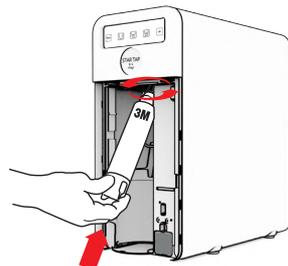

Fig. 4-29
**41.5** - Prendere il filtro nuovo dopo averne rimosso la pellicola protettiva e inserirne l'estremità superiore nella sede di aggancio, spingendola verso l'alto e ruotandola da sinistra verso destra fino a raggiungere il punto di blocco. Provare a tirare il filtro verso il basso per assicurarsi che sia perfettamente agganciato, nel caso si dovesse sfilare ripetere l'operazione descritta precedentemente, vedi Fig. 4-29.